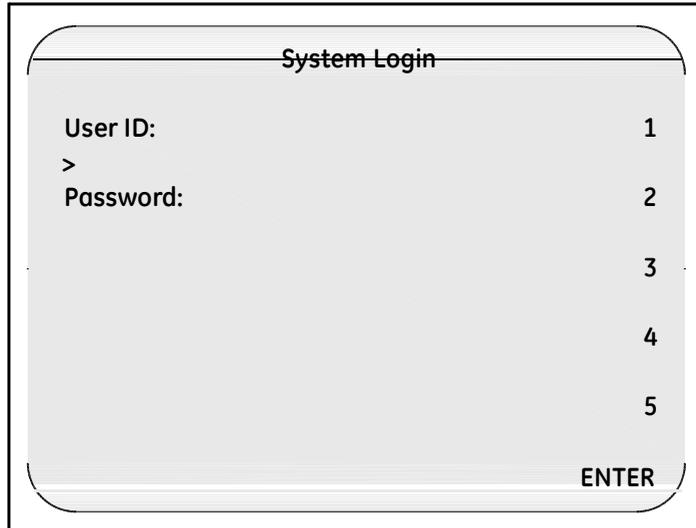

图 42: System Login 系统登录界面
显示 **System Login 系统登录** 界面, 如图 42 所示.
1. 如果你还没有进入 **Password Operations 密码操作** 界面, 按锁定键进入 **System Login 系统登录** 界面, 如 78 页图 42 所示.